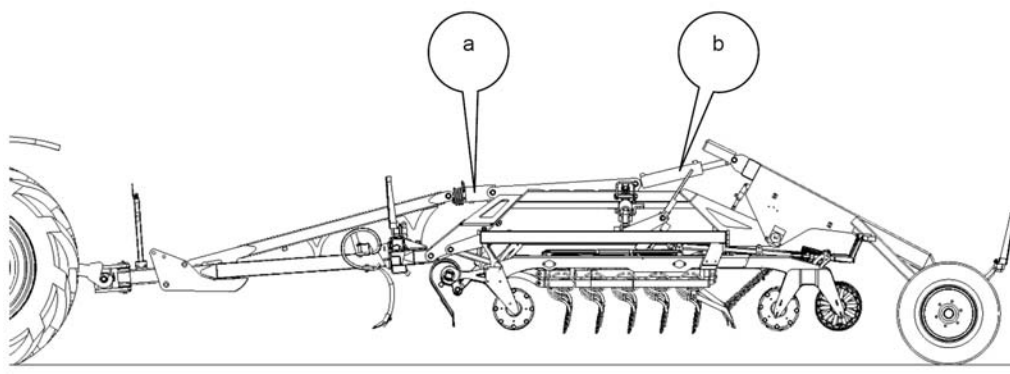

Fig. 11 Positie op de akker
Na vaststellen van de juiste positie voor het werk van de cultivator, met als doel om de cultivator op de akker op te tillen, dient enkel gebruik te worden gemaakt van het hydraulisch systeem, om de positie van de actuatoren (a) en (b) te veranderen (Fig. 11).
- de machine te worden opgetild met behulp van de hydraulische leiding die de actuator van de dissel (a) en de kar (b) bestuurd (Fig. 11)
- de machine te worden opgetild met behulp van de actuator (a) en (b) (Fig. 11)
Vóór het reguleren van de werkdiepte dient de machine te worden opgetild met behulp van de actuatoren (a) i (b) (Fig. 11).